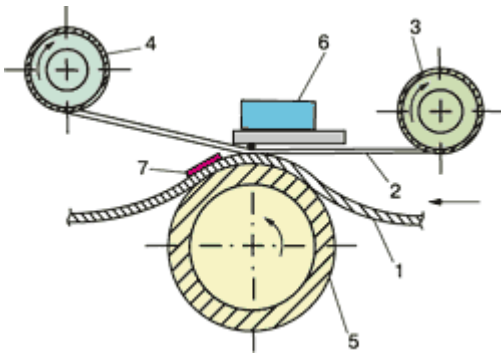

рис. 6. Печатающий механизм термосублимационного принтера
На рис. 6 представлен принцип действия печатающего механизма: изображение переносится на подложку (1) под действием нагревательных элементов головки (6).